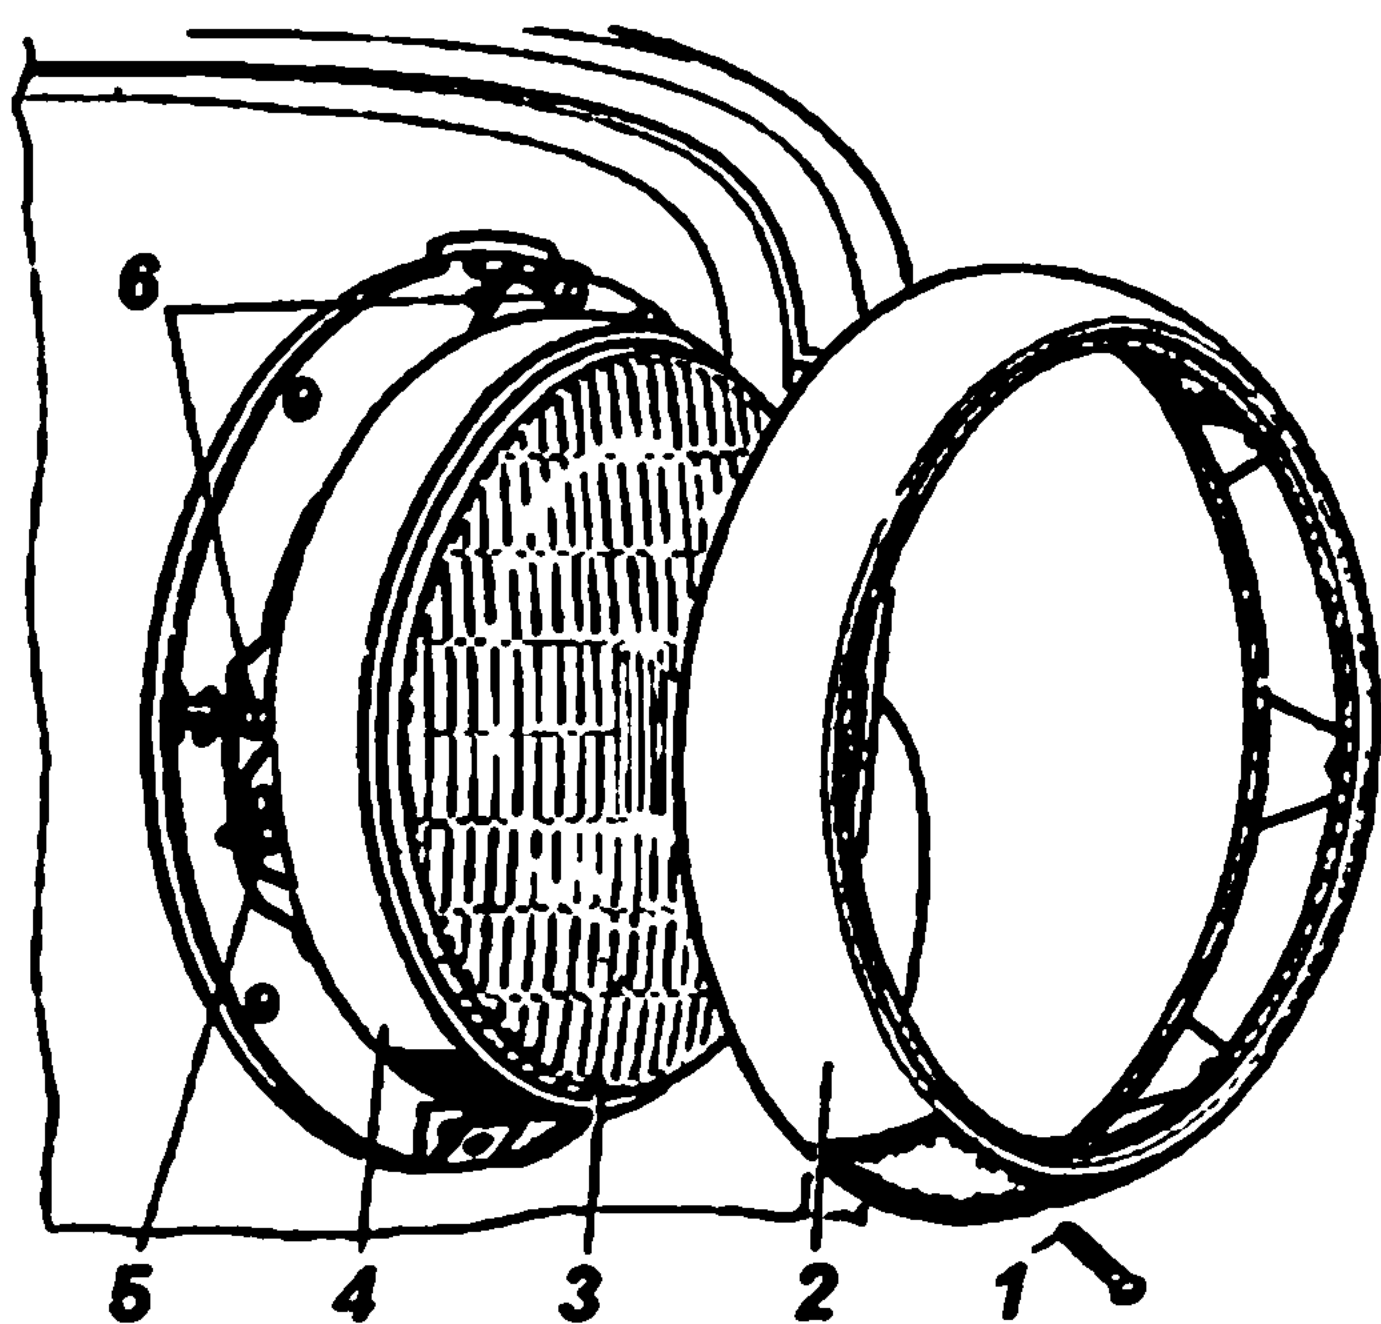
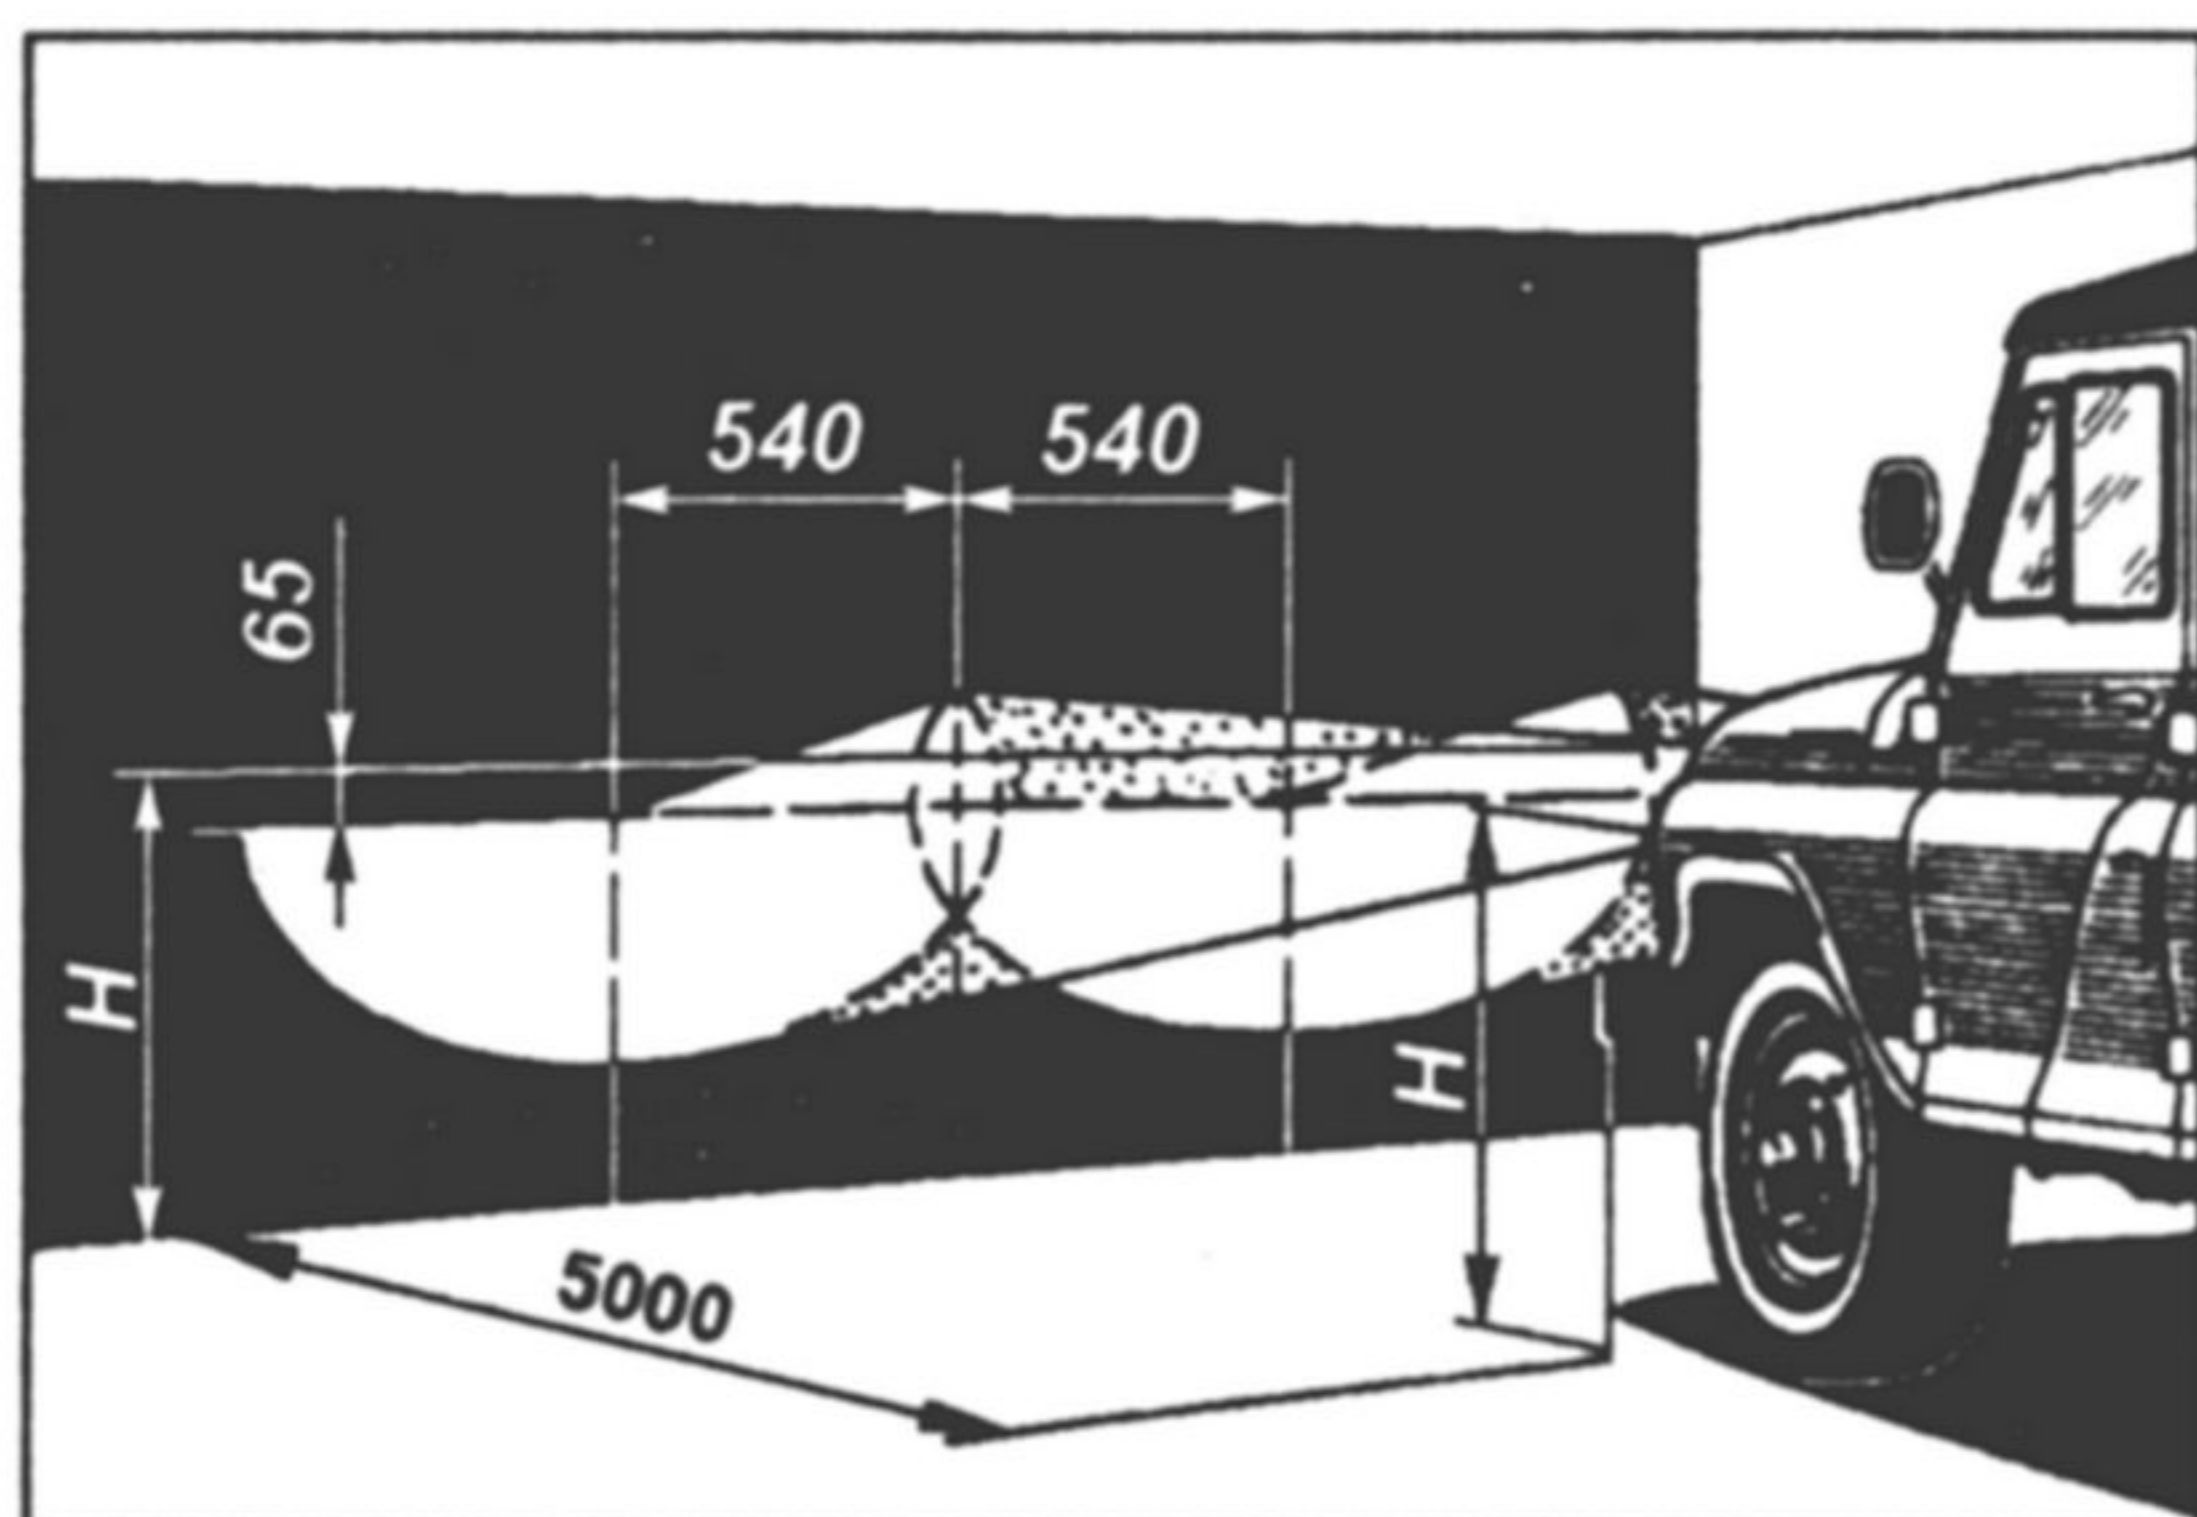

Рис. 118. Фара:
Рис. 119. Разметка экрана для регулировки фар:
Фары (рис. 118) имеют оптический элемент с двухнитевой лампой. Нижняя нить лампы в 45 Вт (60 Вт для фары с галогенной лампой), расположенная в фокусе рефлектора, дает сильный луч дальнего света. Верхняя нить 40 Вт (55 Вт для фары с галогенной лампой) дает направленный вниз более слабый ближний свет.
3. Включить "ближний" свет и, закрыв одну из фар, отрегулировать другую винтами 6 (рис. 118) так, чтобы световое пятно на стене или экране было расположено, как показано на рис. 119. Регулировочные винты фар 62.3711-09 расположены симметрично центра фары в горизонтальной плоскости.